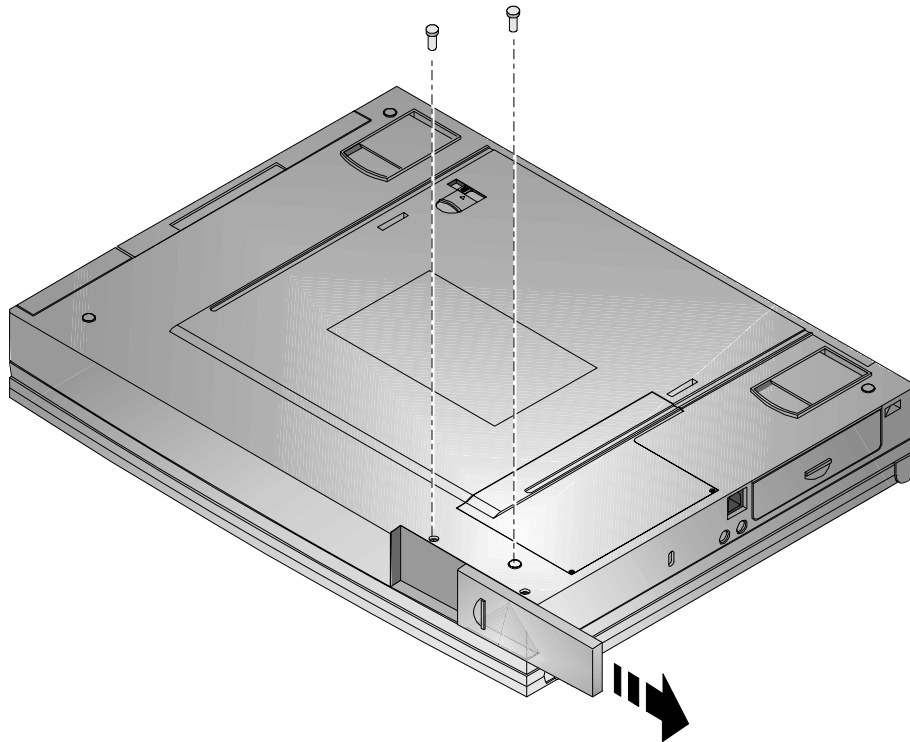

Figure 6-8 : retrait du disque dur (étape 1)
Vous trouverez peut-être plus tard que l'espace libre de votre disque dur est limité et voudrez alors installer un disque dur de capacité supérieure. Veuillez contacter votre revendeur de notebooks Digital pour tout renseignement commercial à ce sujet. L'installation d'un disque dur supplémentaire est relativement simple. Reportez-vous aux figures 6-8 et 6-9.
2. Deux vis cruciformes situées sous le notebook maintiennent le disque dur dans l'unité et le protègent de tout dommage dû aux vibrations. Retirez ces deux vis (figure 6-8).
3. Faites glisser le couvercle en plastique du module de disque dur dans la direction des flèches, comme représenté à la figure 6-8.